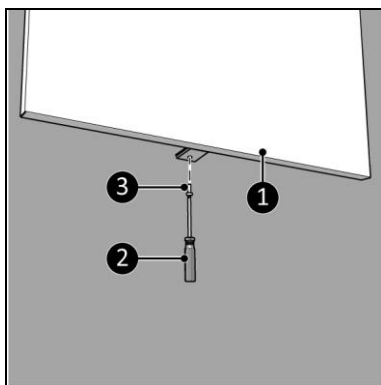

Figura 10
13. Înșurubați și strângeți dispozitivul (Figura 10, poziția 1) cu un șurub mic (Figura 10, poziția 3) pe suportul de perete folosind o șurubelniță Phillips (Figura 10, poziția 2).